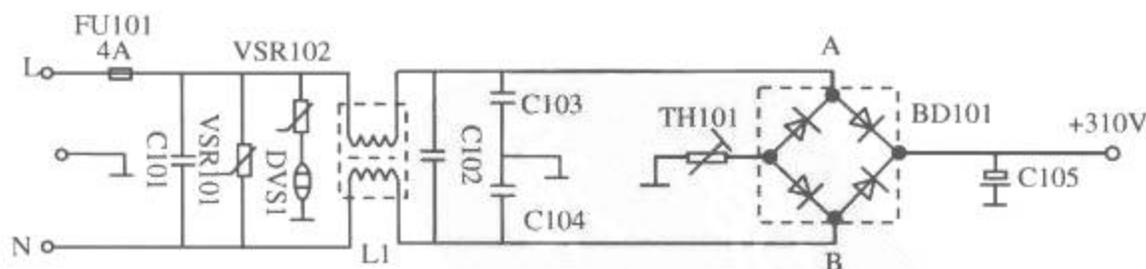

图 8-15 传真机电流输入抗干扰及整流滤波电路原理图
电路结构如图 8-15 所示,该电路的常见故障表现为+310V 输出电压不正常。
用万用表选择直流电压 500V 挡，测量 310V 电容器（如图 8-15 中的 C105）两端电压。将万用表红表笔接正极，黑表笔接负极进行测量，正常情况下应有 310V 左右的直流电压。如果可以测量到+310V 电压，说明 310V 电容器正常，也同时说明抗干扰电路、整流桥均正常，故障可能是开关电源其他电路引起的；如果测量的电压为零，则表明抗干扰电路及整流滤波电路有开路性故障，接着检查这些电路中是否有断线或元件虚焊的情况；如果测量的电压低于 250V，则可能是整流二极管有开路或滤波电容器失容损坏。
① 首先直观检查。通过直观检查能发现保险管是否发黑，若有明显损坏元件，将其拆除（滤波电容器可立即更换，保险管及开关管可暂不接入电路）。
② 用电阻法检查保险管是否开路。当发现保险管开路或有严重发黑情况下，表明有短路故障存在，不能立即装上保险管开机，必须排除短路故障元件后，才可装上保险管试机，否则会再遭损坏。正确的检查处理过程如下（以佳能传真机电源为例，如图 8-15 所示）：
① 首先用万用表电阻挡检测 A、B 两端电阻，若阻值很小，说明 C101、C102、及 VSR101 中有短路元件，或者整流桥中整流管有击穿短路损坏，可逐一检查并更换损坏的元件。直至阻值恢复正常。
② 测滤波电容器 C105 正极对地电阻，指针万用表红表笔接电容器负极，黑表笔接电容器正极。数字万用表红表笔接电容器正极，黑表笔接电容器负极。若阻值很小，表明有短路元件。
③ 接着脱开电容器 C105 正极与开关管的连接，再一次检查 C105 两端电阻是否恢复正常。若正常，则是开关管击穿短路，否则继续查找短路元件。有时，不能很容易地找出短路故障元件，通过以上检查没有问题，装上保险管后开机就烧保险，大多是滤波电容器 C105 软击穿。
④ 最后复查。在不接开关管情况下，装上保险管，通上交流电，检测 C105 两端直流电压是否恢复正常。如果测量的电压高于 220V 又低于 280V，则可能是滤波电容器 C808 失容，可直接更换。如果更换电容器后，测量 C105 两端的电压在 220V 左右时，说明有一个或两个整流二极管开路，检查并更换后即可排除故障。